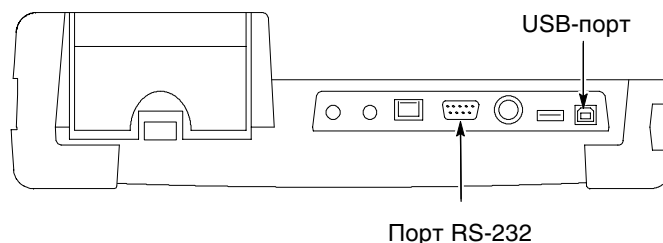

Рис. 3-1: Местонахождение портов RS-232 и USB на Платформа анализатора NetTek (вид сверху)
2. Подключите другой конец кабеля RS-232 или USB к Анализатор NetTek. См. рисунок 3-1.